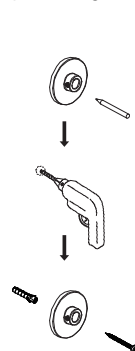

Figura 12
- Instale el soporte de pared en la posición marcada (Figura 12). Cubra la barra de ducha termostática para evitar el polvo.